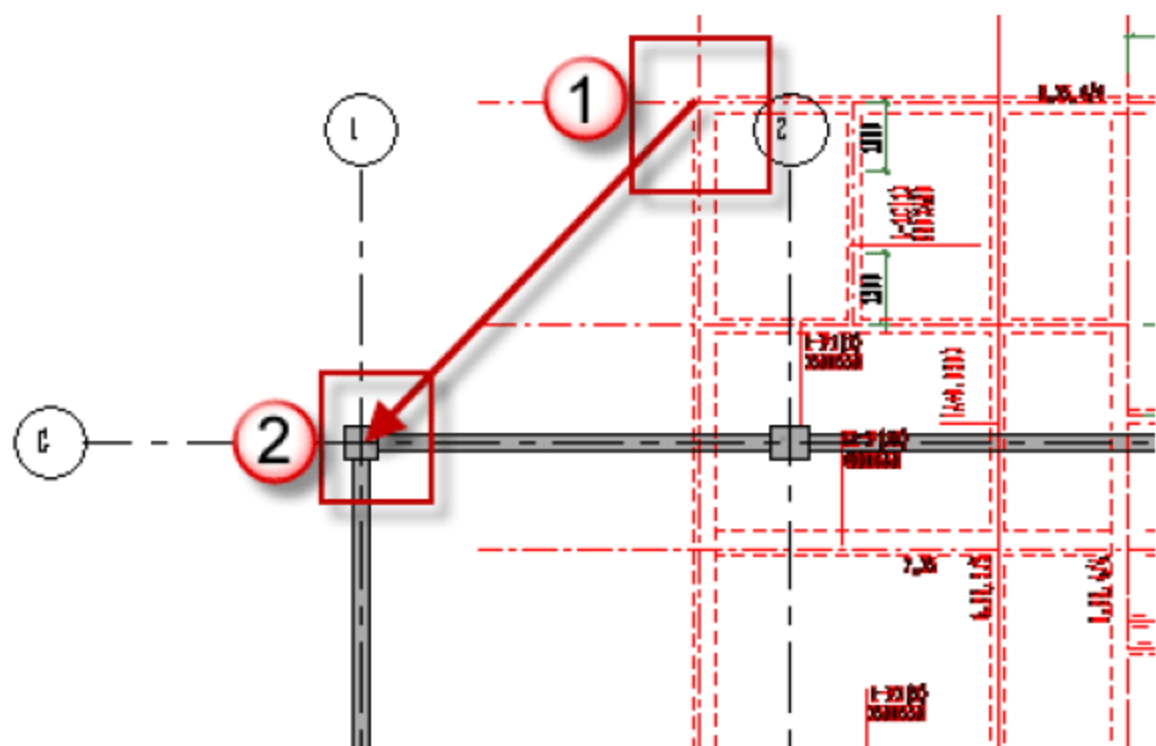

图 3.2.16 基础梁定位
(3) 梁定位。选择导入的 CAD 底图, 按快捷键 M+V 命令, 将 CAD 基础梁从图 3.2.16 所示的 1 处移到 2 处, 对齐图形后如图 3.2.17 所示。